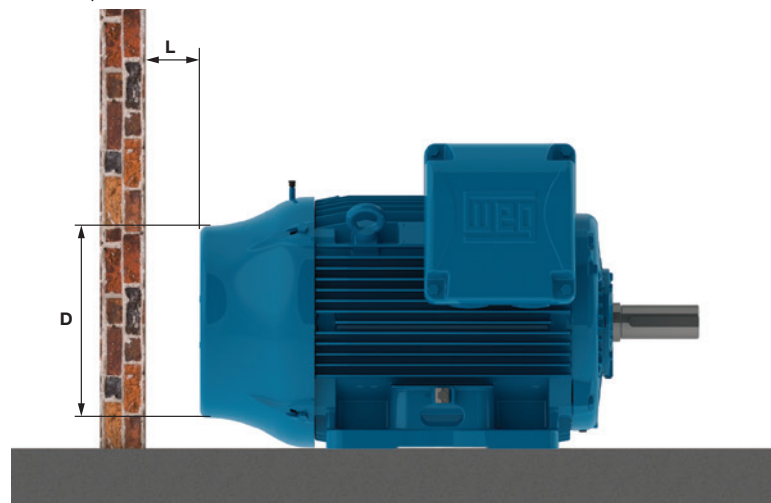

Figura 53 - - Distancia mínima del motor hasta la pared
- Que entradas y salidas de aire estén completamente desobstruidas. El mínimo espacio libre hasta la pared más próxima (L) debe ser $\frac{1}{4}$ del diámetro de la entrada de aire de la deflectora (D), ver Figura 53. El aire en la entrada del motor debe estar a temperatura ambiente.